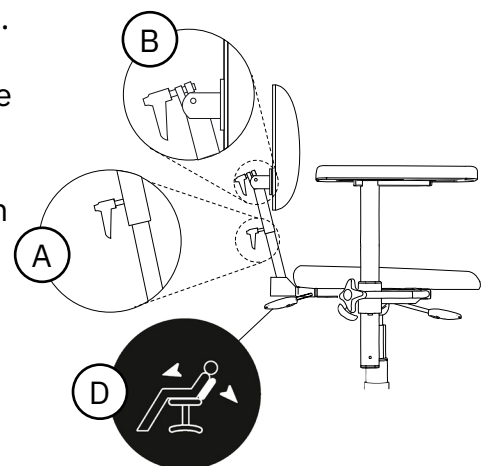

Abb. 5.43. Rückenlehnenmechanismus Komfort.
Dieser Rückenlehnenmechanismus verfügt über eine gasfedergesteuerte Rückenlehnenfunktion (D), siehe Abb. 5.43. Die gasfedergesteuerte Rückenlehnenfunktion kann mithilfe eines Bedienelements unter dem Sitz (Standard) oder unter der Armlehne (Option) eingestellt werden. Die Rückenlehnenfunktion erlaubt eine Neigung der Rückenlehne von bis zu 3° nach vorn und 40° nach hinten.